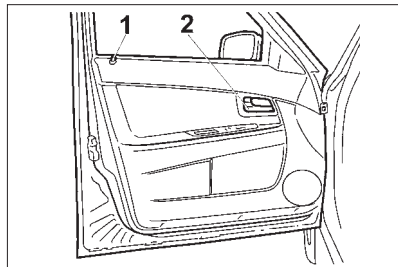

Рис. 6. Передняя левая дверь
кнопку 1 (рис. 6, 7, 8) на обивке двери или на кнопку 8  в модуле двери водителя (рис. 10). Блокировать замки передних дверей можно только при закрытых дверях.
- изнутри – поворотом на себя рукоятки 2 (рис. 6, 7).